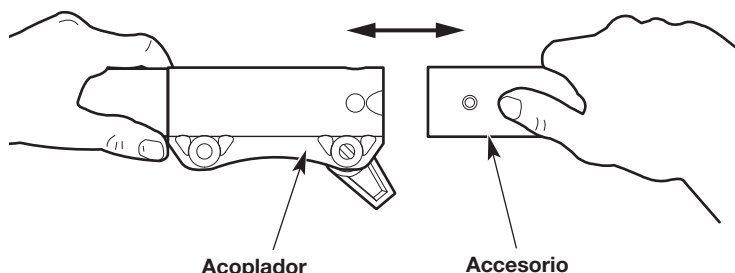
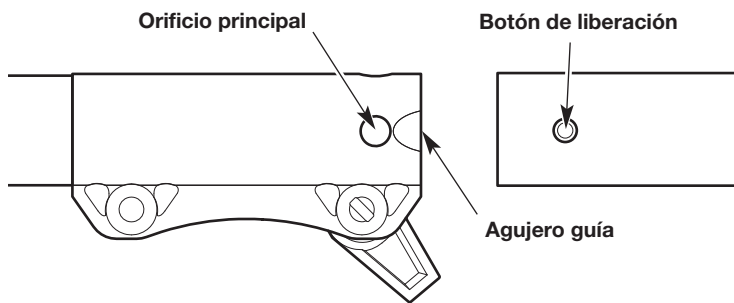

Fig. 4
Fig. 5
4. Alinee el botón de liberación con el embutimiento de la guía (Fig. 5).
5. Presione el accesorio directamente dentro del acoplador (Fig. 4) hasta que el botón de liberación encaje a presión firmemente del orificio principal (Fig. 5).
3. Oprima y mantenga apretado el botón de liberación (Fig. 5).
4. Tire del accesorio directamente hacia fuera del acoplador (Fig. 4).